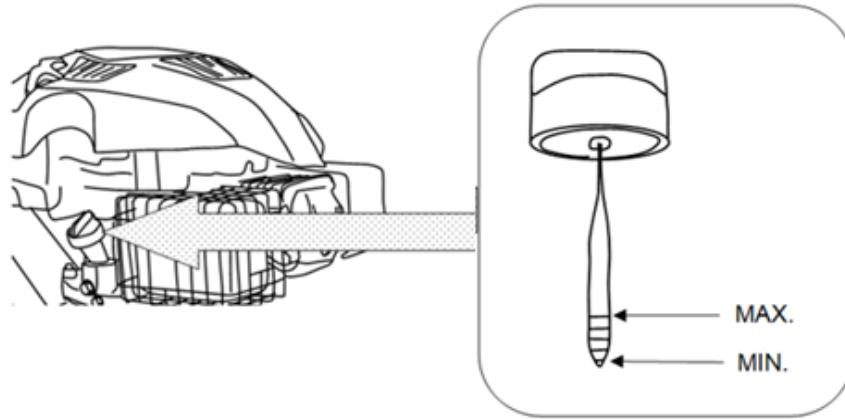

Abb. 9
- 6) Mähen Sie in sich leicht überlappenden Bahnen. Die effektivste Mähform besteht in geraden Bahnen entlang einer Rasenseite. Dadurch wird sichergestellt, dass der gesamte Rasen vollständig und gleichmäßig gemäht wird (Abb. 9).